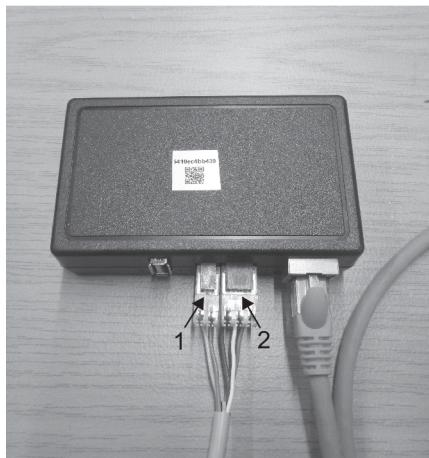

Abb. 4: Kabelanschluss an Connectivity-Modul
- RS485 Verbindungskabel am Connectivity-Modul an die 2-polige und 3-poligen Anschlussstifte stecken (siehe Abbildung 4).